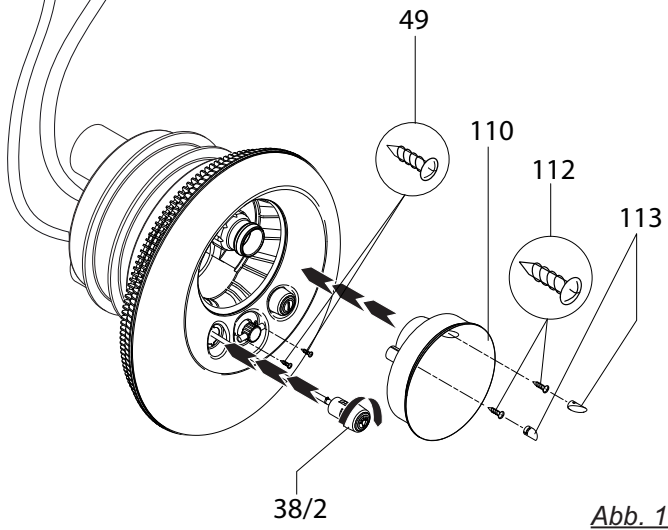

Abb. 13
- 9) Edelstahlblende (93) am Ansauggehäuse ansetzen und mit den beiden Schrauben (49) am Düsengehäuse befestigen. **Die Schrauben nur handfest anziehen. Keine Gewalt anwenden!** Die beiden Pneumatiktaster durch die Blende in das Düsengehäuse stecken und durch drehen im Uhrzeigersinn verriegeln. (Abb. 13)
- 10) Durch das Befestigen der Lichtabdeckung (110) wird die Edelstahlblende (93) zusätzlich fixiert. Dazu die Lichtabdeckung (110) über die Kugeldüse in das Düsengehäuse stecken und mit den beiden Schrauben (112) befestigen. **Die Schrauben nur handfest anziehen. Keine Gewalt anwenden!** (Abb. 13)